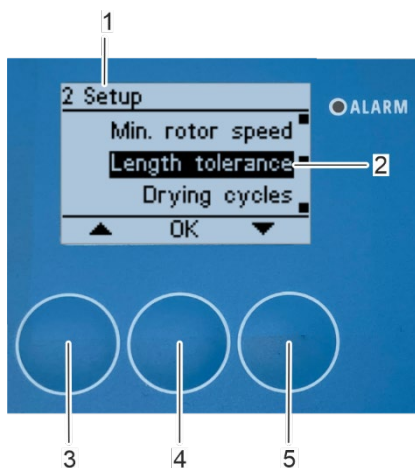

Abbildung 133: Öffnen Untermenü „Längentoleranz“
⇒ Das Untermenü „2 Setup“ erscheint wieder auf dem Bildschirm (Abbildung 133/1).
1. Wählen Sie das Untermenü „Längentoleranz“ (Abbildung 133/2) mit den Pfeiltasten [nach oben] (Abbildung 133/3) und [nach unten] (Abbildung 133/5) im Untermenü „2 Einstellungen“.
2. Bestätigen Sie die Auswahl mit [OK] (Abbildung 133/4).